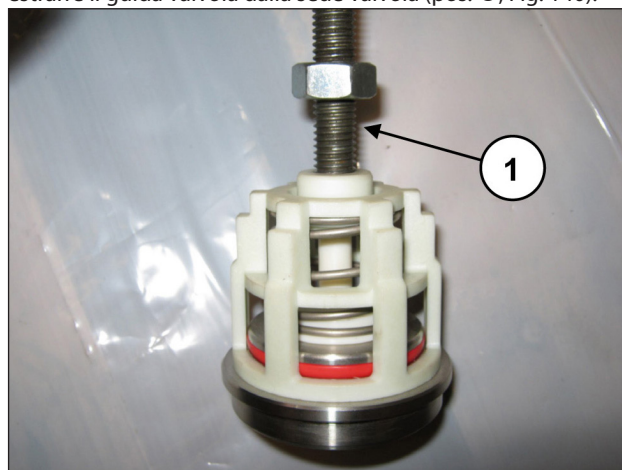

Fig. 140
Smontare i gruppi valvola di aspirazione e mandata avvitando una vite M10 in modo da premere sulla guida interna ed estrarre il guida valvola dalla sede valvola (pos. ①, Fig. 140).